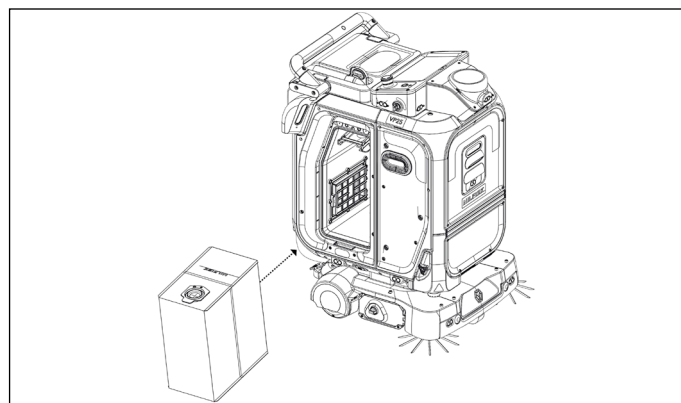

Figure 82
3. Faites glisser le brassard du sac à poussière dans le support du sac à poussière (**Fig. 82**) et poussez fermement vers le haut pour verrouiller le support du sac à poussière en place.